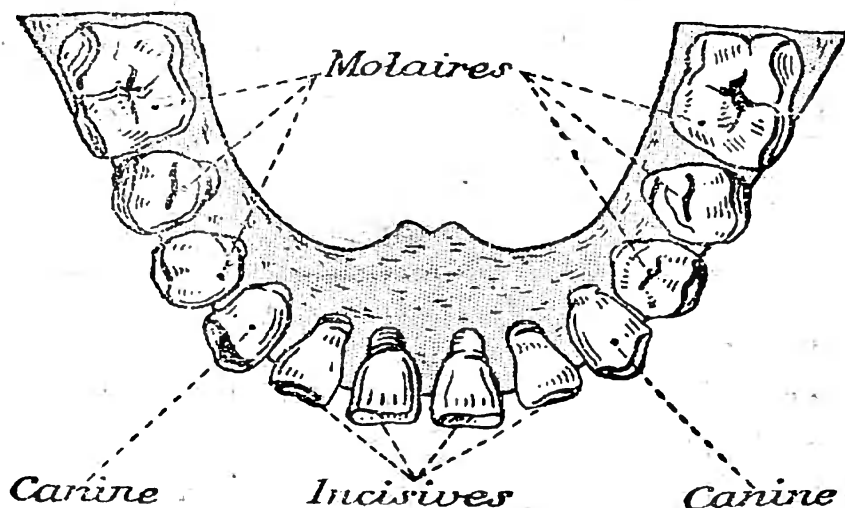

Fig. 2. — Les dents de la mâchoire inférieure d'un enfant de 12 ans
Comptez les dents de votre voisin de classe; vous en trouverez probablement 12 à chaque mâchoire (*fig. 2*). Mais ces dents ne sont pas toutes semblables.
**2. Les incisives.** — En avant de chaque mâchoire, nous avons 4 dents larges et plates (*fig. 2*). Les deux du milieu, à la mâchoire supérieure, sont plus larges que les dents du bas correspondantes. C'est avec ces huit dents que nous coupons le pain, un fruit, tous
**3. Les canines.** — La dent voisine des incisives, de chaque côté, est plus grosse, arrondie et légèrement pointue (*fig. 2*). Elle pique plutôt qu'elle ne coupe. Chez le chien, ces dents, longues, fortes
Les dents qui font suite aux canines sont plus grosses (*fig. 2*) ; elles se terminent par une sorte de petit plateau sur lequel on remarque deux ou quatre bosses arron-